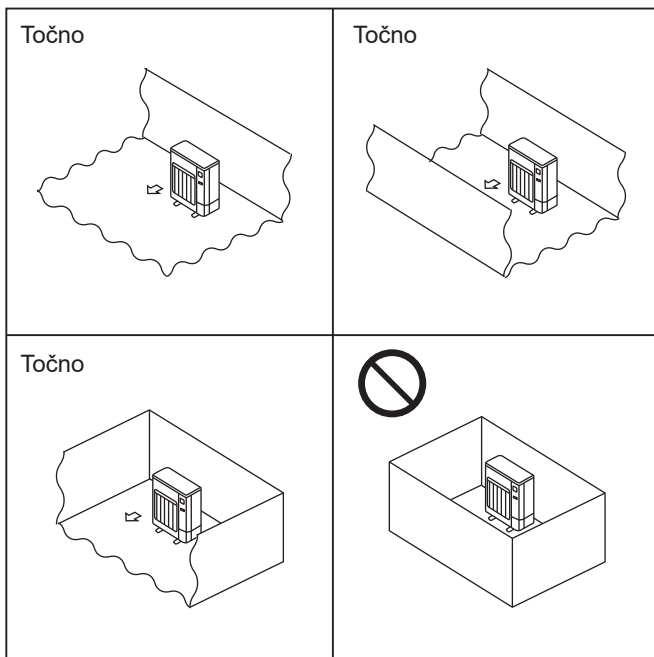

Fig. 2-1
- Postavite vanjske jedinice na mjesto gdje je barem jedna od četiri strane otvorena te u velikim prostorima bez udubina. (Fig. 2-1)